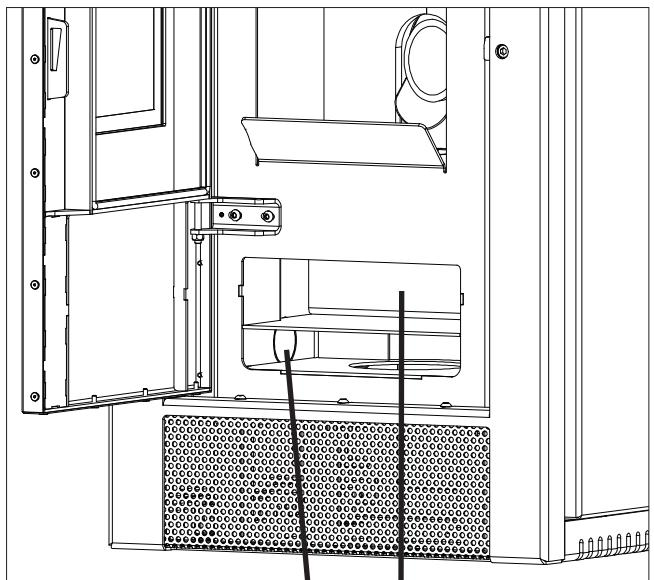

Fig.7b 12 13
- Le cendrier se trouve derrière la porte du foyer. Pour nettoyer, défaire le verrou du cendrier pour sortir le cendrier vers l'avant. Nettoyer par la même occasion la partie qui se trouve sous le cendrier (conduites des fumées, voir Fig.7b).